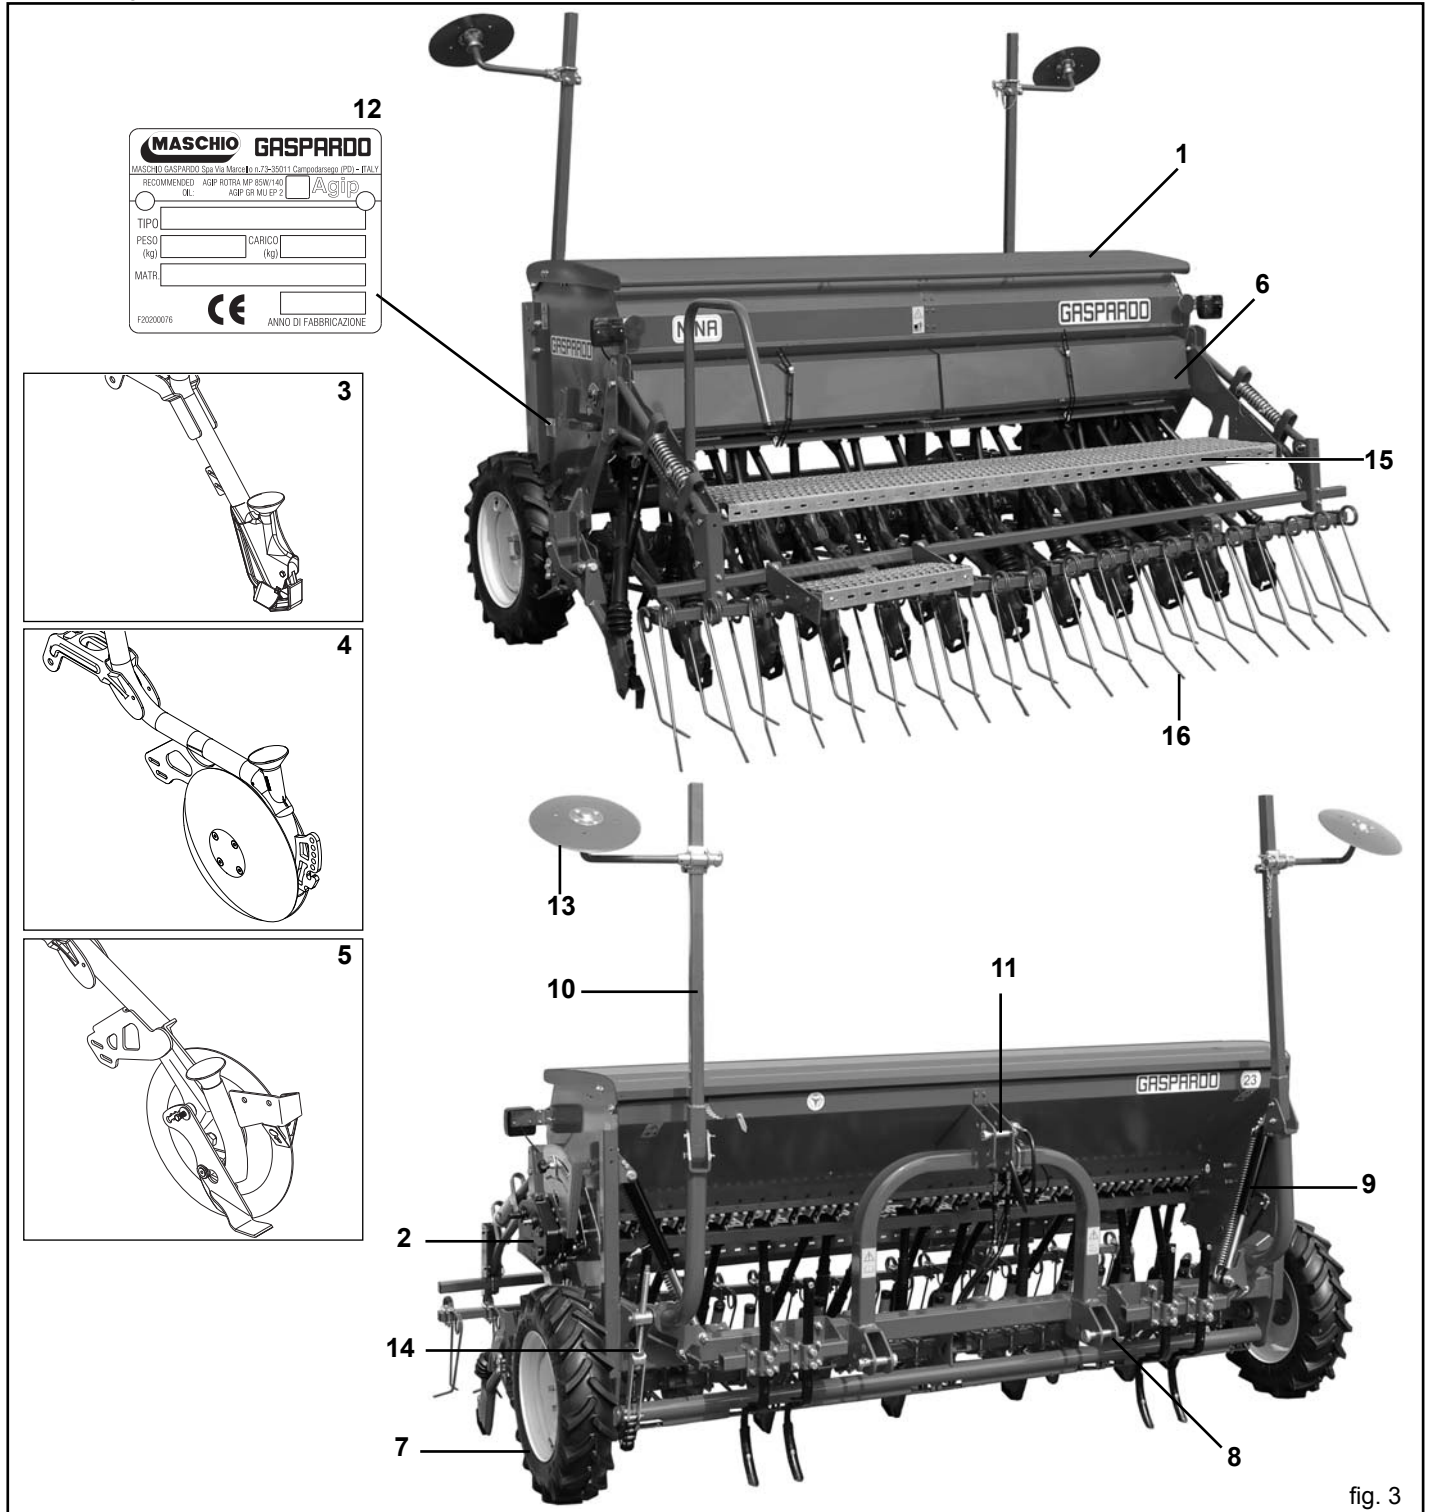

fig. 3
**1.6 ASSEMBLY DRAWING** (Fig. 3)